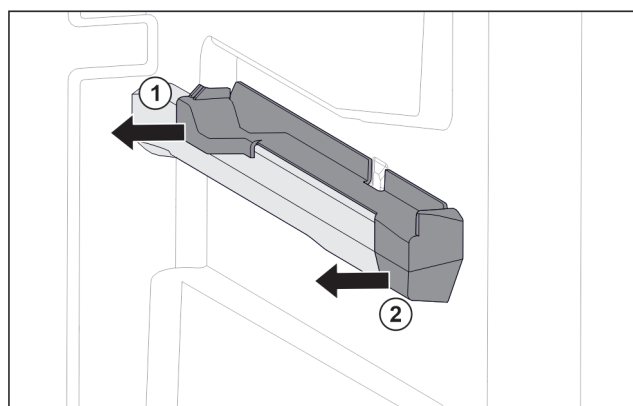

Fig. 79 Piesă de fixare pe nervura din dreapta a recipientului
- ▶ Scoateți piesa de fixare din spate în lateral. *Fig. 79 (1)*
- ▶ Scoateți piesa de fixare din față în lateral. *Fig. 79 (2)*